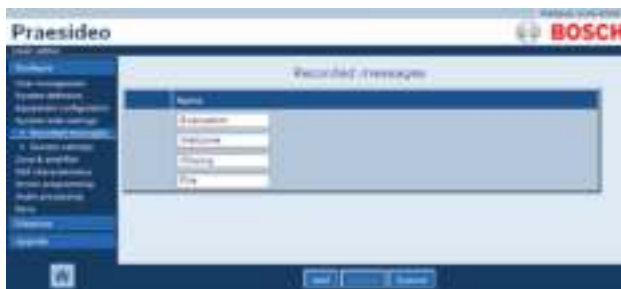

рисунок 45.5: Регистрация сообщения, шаг 4
- 4 Нажмите кнопку *OK* для добавления записанного сообщения в список зарегистрированных записанных сообщений. В основной части веб-интерфейса откроется экран, подобный экрану, приведенному на рисунок 45.5.